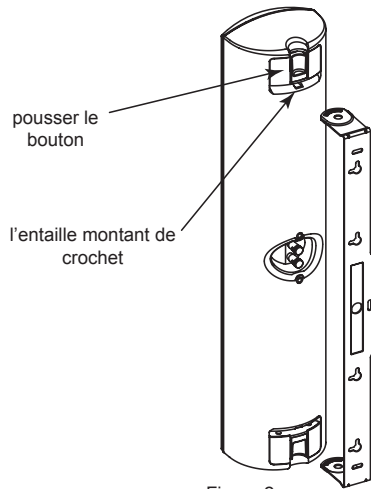

Figure 2
9. Fixez l'enceinte MPP au support de montage en mettant les encoches de montage, placées à chaque extrémité arrière de l'enceinte, sur les languettes de montage du support, comme le montre la figure 2. La mise en place correcte est signalée par un déclic des languettes. Tirez légèrement l'enceinte MPP vers l'avant et latéralement pour vérifier la solidité de la fixation. Pour retirer l'enceinte MPP du support de montage, appuyez sur les deux boutons à chaque extrémité arrière de l'enceinte et sortez-la du support. Elle doit glisser facilement. NE FORCEZ PAS. Assurez-vous que les deux boutons sont complètement enfoncés.